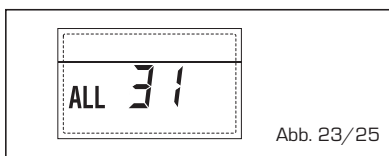

Abb. 23/25
- STÖRUNG KONFIGURATION DREIBE-REICHSANLAGE "ALL 32" (Abb. 23/26)